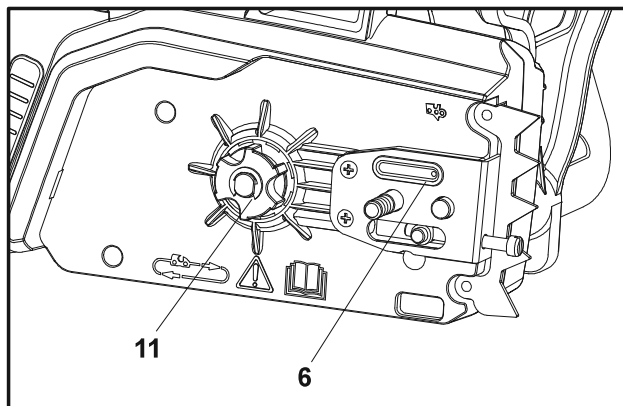

Fig. 36
1. Desmonte a guia (13) e a corrente (12) na ordem inversa à da montagem.
2. Verifique se a porta de lubrificação (6) apresenta obstruções e limpe, se necessário, para garantir a lubrificação correta da guia e da corrente durante a utilização. Utilize um fio suave, suficientemente pequeno para inserir no orifício de saída de óleo (Fig. 36).